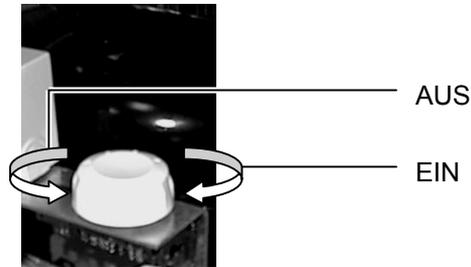

Abbildung 4-6 Temperaturregler
Wie beim herkömmlichen Kühlschranks, verändern Sie mit dem Drehknopf die Einschaltdauer des Kühlaggregats (Abbildung 4-6). Die Temperatur in der Theke hängt von der Umgebungstemperatur und von der Menge des Kühlguts ab.
- 9) Drehen Sie den Drehschalter in die Aus-Position (Abbildung 4-6).